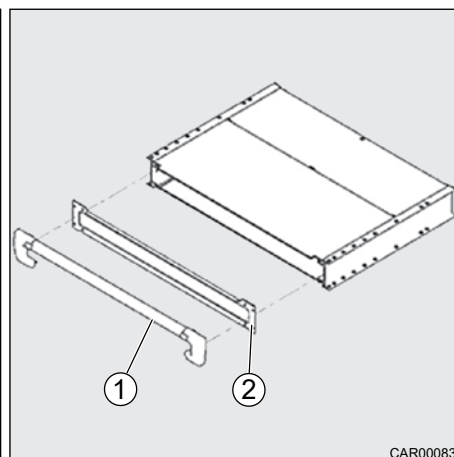

Fig. 185 Déverrouillage de secours
4. Remonter la plaque frontale (Fig. 185, pos. 2) et les protections en plastique (Fig. 185, pos. 1) dans l'ordre de suite inverse.